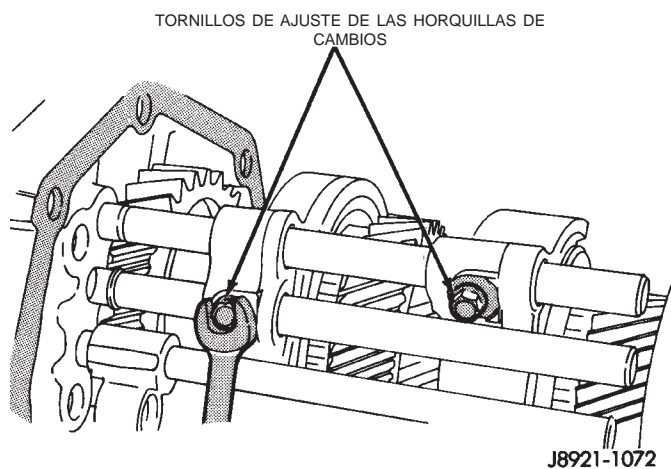

Fig. 90 Instalación de pernos de horquillas de cambios en correderas de cambios
(19) Instale pernos nuevos para fijar las horquillas de cambios en las correderas de cambios (Fig. 90).